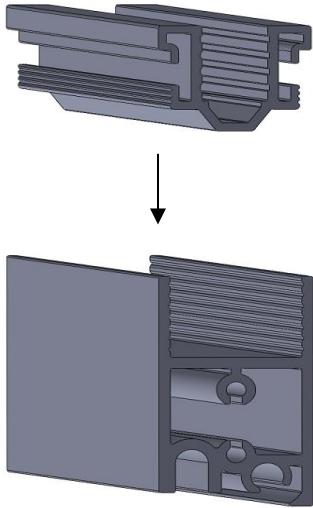

Figura 25
- Para usar cristal 10 mm es necesario instalar en cada uno de los perfiles un reductor (figura 25).